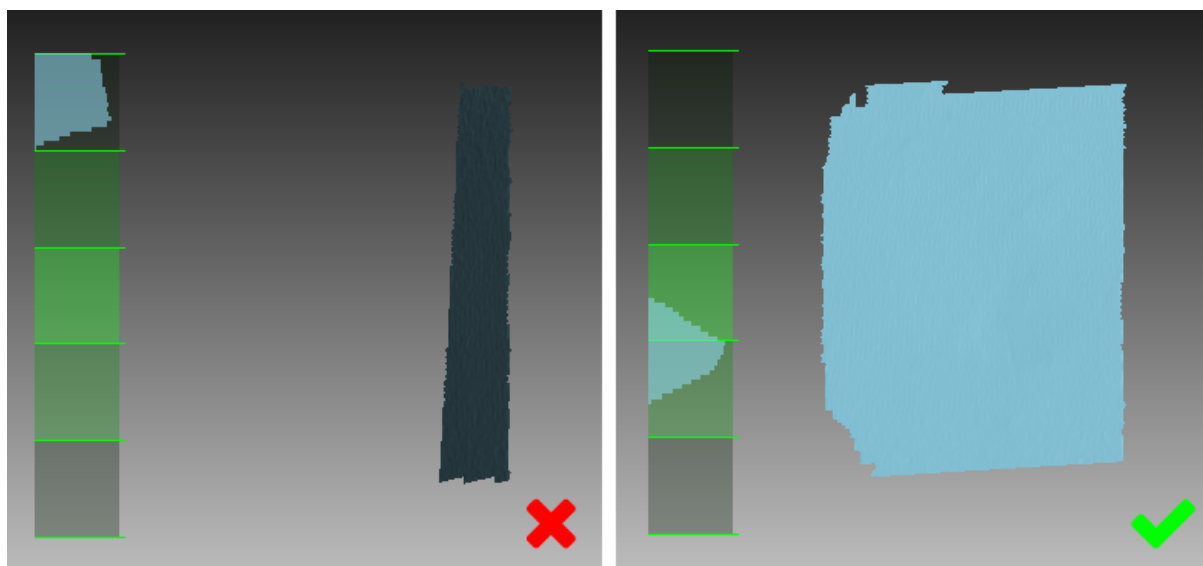

Рис. 5.2: Ориентация сканера и восстановленные поверхности
- Сохраняйте такую ориентацию сканера, которая обеспечивает достаточное заполнение поля зрения поверхностями (Рис. 5.2)